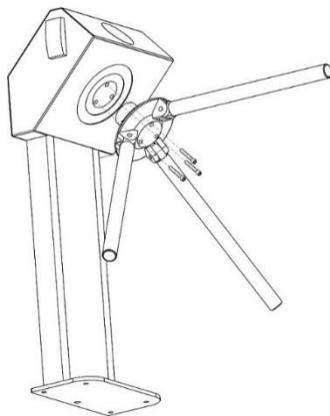

Рисунок 6 Установка ступицы со штангами ограничителями.
- Произведите установку ступицы при помощи монтажных винтов из комплекта поставки. Предварительно совместите отверстия на ответной части поворотного механизма и закрутите монтажные винты. Для этого используйте инструмент шестигранник 8 мм см.рис.6.